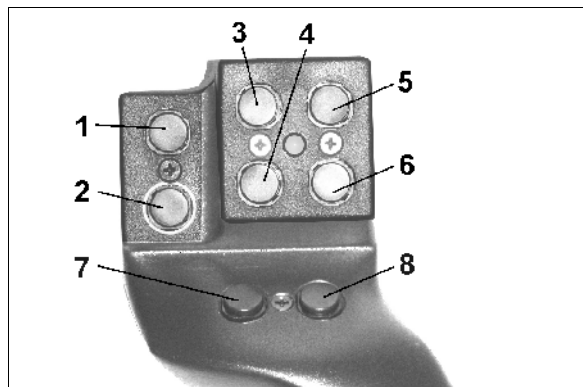
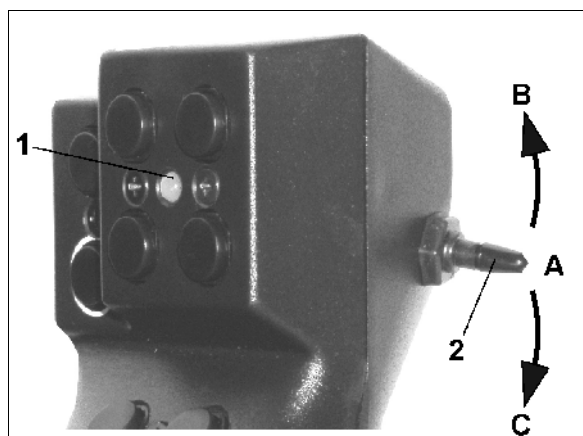

Fig. 95
Fig. 96
För att manövrera sprutan har multifunktionsspaken (Fig. 95) 8 knappar (1 - 8). Genom att påverka strömställaren (Fig. 96/2) kan antalet manöverfunktioner tredubblas.
- ☞ Mittläge (Fig. 96/A) och kan tryckas
- ☞ uppåt (Fig. 96/B) eller
- ☞ nedåt (Fig. 96/C).
Strömställarens position indikeras med lysdioder (Fig. 96/1).